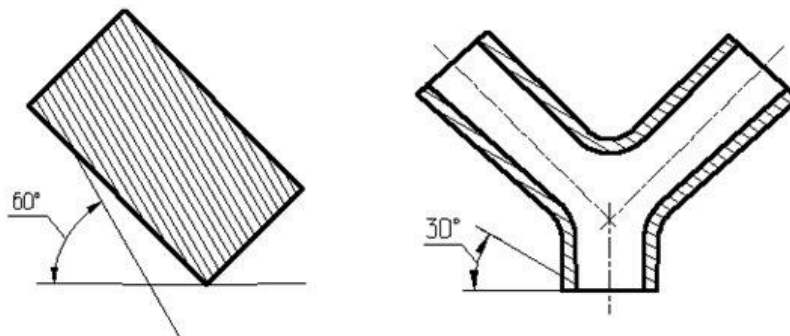

Рисунок 53 - Направление штриховки под углом 60° или 30°
5. Если линии штриховки, приведенные к линии рамки чертежа под углом 45° , совпадают с линиями контура или осевыми линиями, то вместо угла 45° следует брать углы 30° или 60° (рисунок 53).